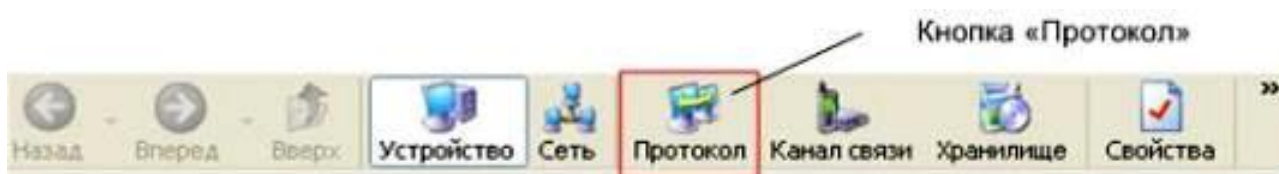

Рисунок 45 – Кнопка «Протокол» на панели инструментов
5.2.6.1 Для изменения настроек протокола обмена нажать на панели инструментов кнопку «Протокол» (или через меню «Справочник → Протокол обмена») (рисунок 45). В результате откроется окно «Справочник».